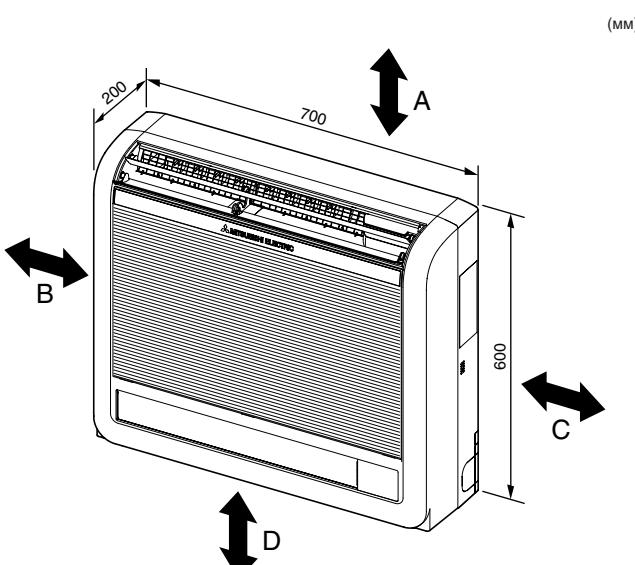

Fig. 2-1
①	Дренажный шланг	1
②	Крышка трубы	1
③	Лента	2
④	Крепежный кронштейн внутреннего прибора	1
⑤	Крепежный винт для ④ 4 × 25 мм	5
⑥	Шуруп для крепления внутреннего прибора	4
⑦	Прокладка для ⑥	4
⑧	Войлочная лента (Используется для трубопроводов слева или слева сзади)	1
⑨	Кабель пульта дистанционного управления MA	1
2.1. Контурные габариты (Внутренний прибор) (Fig. 2-1)